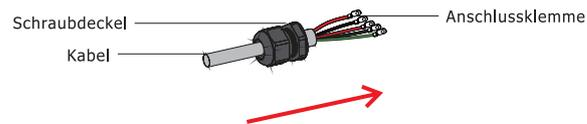

Abbildung 4.3-4 Das AC-Kabel wird durch die Klemmenabdeckung geführt
Schritt 2. Entfernen Sie die Abdeckung des AC-Kabel und fädeln Sie das AC-Kabel durch die Schraubkappe. Siehe Abbildung 4.3-4.